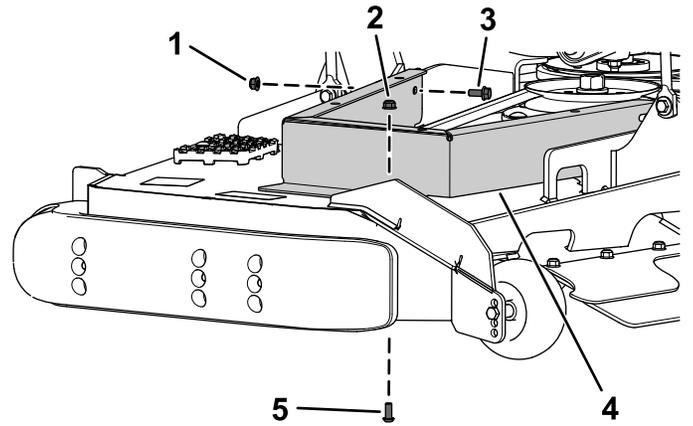

Figure 7
2. Fixez le support de protection de poulie gauche sur le plateau de coupe à l'aide du boulon à tête ronde (5/16" x 3/4") et de l'écrou à embase (5/16") retirés précédemment, et d'un boulon à embase (5/16" x 3/4") et d'un écrou à embase (5/16") neufs, comme montré à la Figure 7.